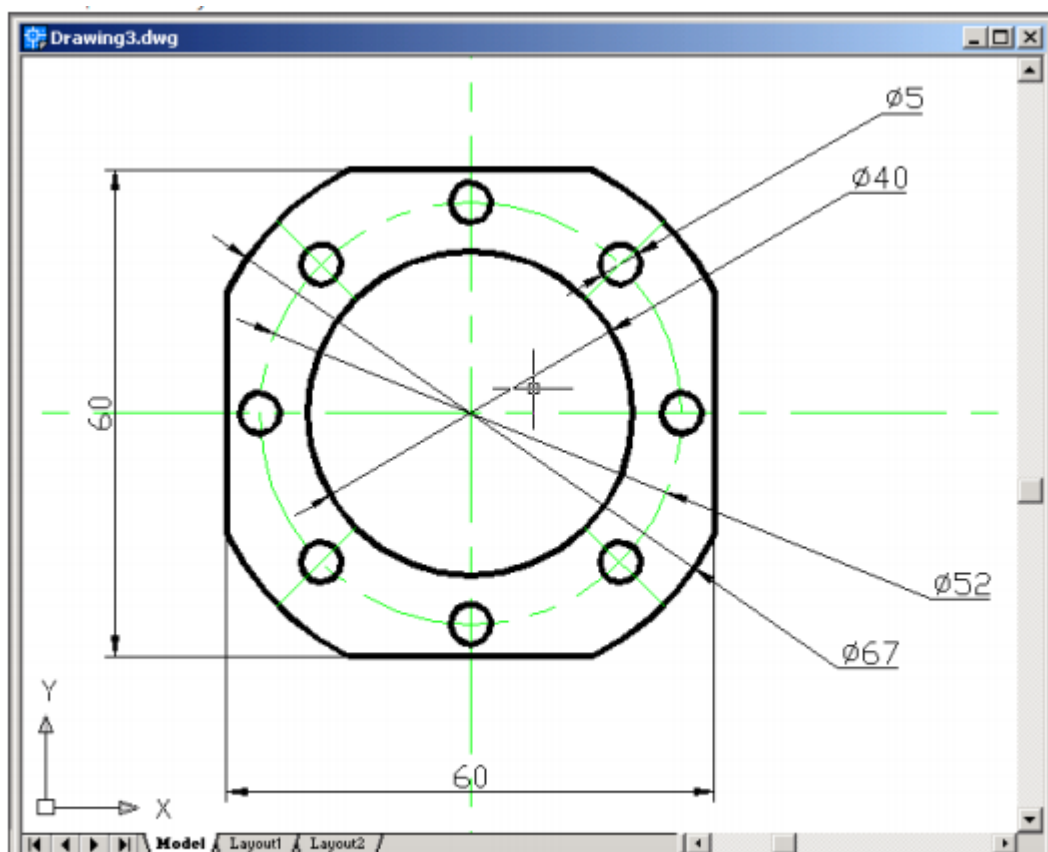

Рис. 7
14.Выполните сечение детали (рис. 7).
Постройте окружности с диаметрами, указанными на рис. 7, объектные привязки центров – к центральной точке пересечения.
Дальнейшие построения согласно рис.7.